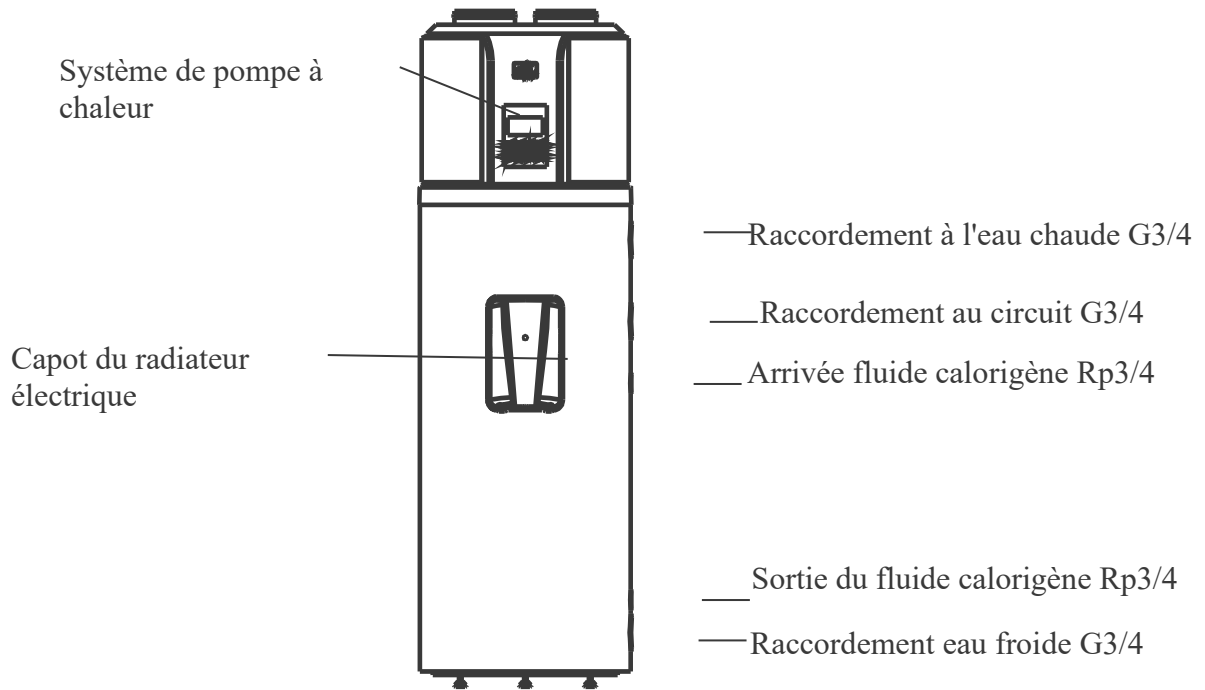

Figure 2.1-2.
Le chauffe-eau à pompe à chaleur HB300(C) se compose principalement d'une partie supérieure dans laquelle se trouve la pompe à chaleur (**figure 2.1.-1**) et d'une partie inférieure dans laquelle se trouve le réservoir (**figure 2.1-2**). La surface interne du réservoir d'eau chaude d'une capacité de 300 l est émaillée, et sa surface externe est protégée par une épaisse couche d'isolant en polyuréthane à haute performance, elle-même recouverte par l'habillage extérieur en plastique de l'appareil. Sur le capot se trouvent le thermoplongeur, le régulateur, l'électronique du témoin d'usure de l'anode, et le témoin d'usure de l'anode en magnésium, qui se trouvent placés horizontalement sur le même axe que le capot.